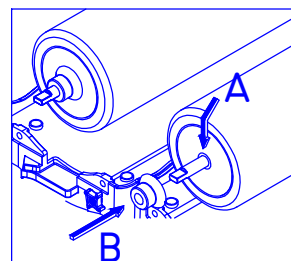

Fig. 19
Lubrificare la superficie del cilindro nella parte adiacente all'uscita dell'albero di trasmissione indicata dalla freccia (A). (Fig. 19)
Applicare la guarnizione di tenuta girante-mozzo, lubrificandone sia la parte interna che esterna (vedi freccia B. Fig. 19)